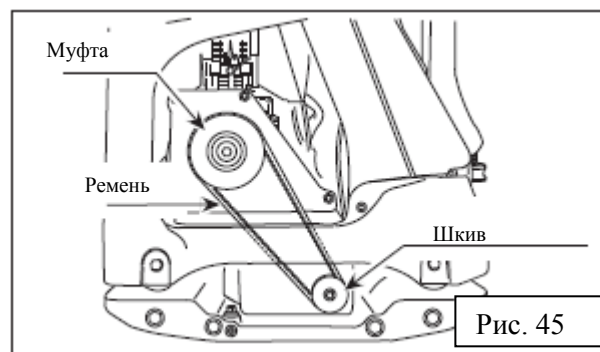

Рис. 45
1. Проверка натяжения приводного ремня (рис. 45)